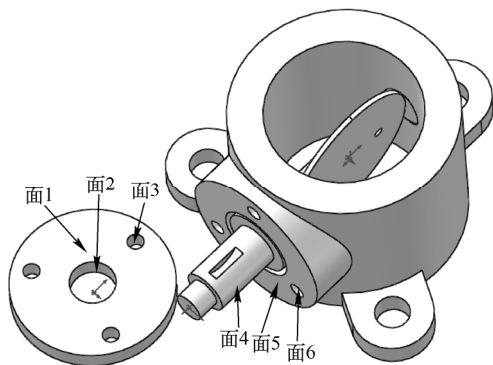
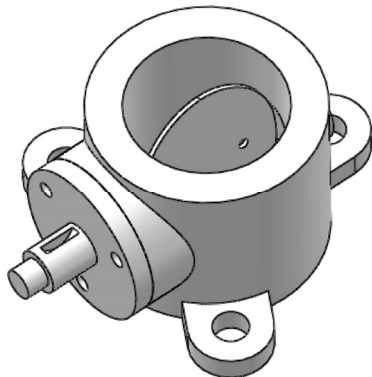

图 11-81 插入“挡板”到装配体
图 11-82 配合后的图形 3
**1** 插入挡板。选择菜单栏中的“插入”→“零部件”→“现有零件/装配体”命令，或单击“装配体”控制面板中的“插入零部件”按钮，在弹出的“打开”对话框中选择“挡板”，将其插入到装配界面中，如图 11-81 所示。
**2** 添加装配关系。单击“装配体”控制面板中的“配合”按钮，选择图 11-81 中的面 2 和面 4，添加“同轴心”关系；选择图 11-81 中的面 3 和面 6，添加“同轴心”关系；选择图 11-81 中的面 1 和面 5，添加“重合”关系；单击“确定”按钮，完成挡板的装配，如图 11-82 所示。